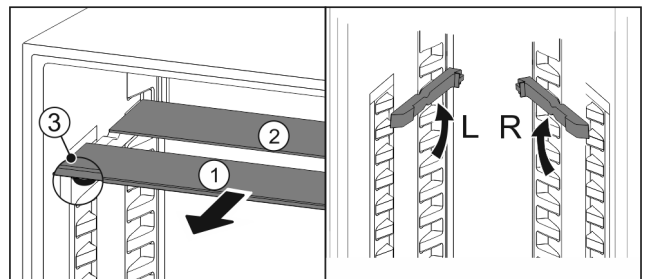

Fig. 140
- ▶ Húzza ki Fig. 140 (1) előre az üveglapokat egyesével.
- ▶ Az üveglap Fig. 140 (1) a díszléccsel előre néz.
- ▶ Az ütközők Fig. 140 (3) lefelé mutatnak.